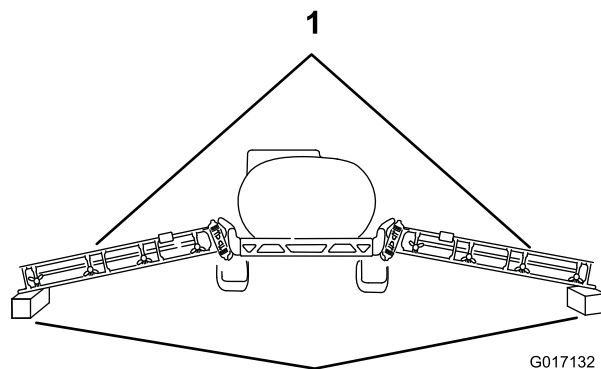

図 5
3. 各ブームを角材の上に、約 10 cm 浮かせた状態に注意深く降ろす図 5。